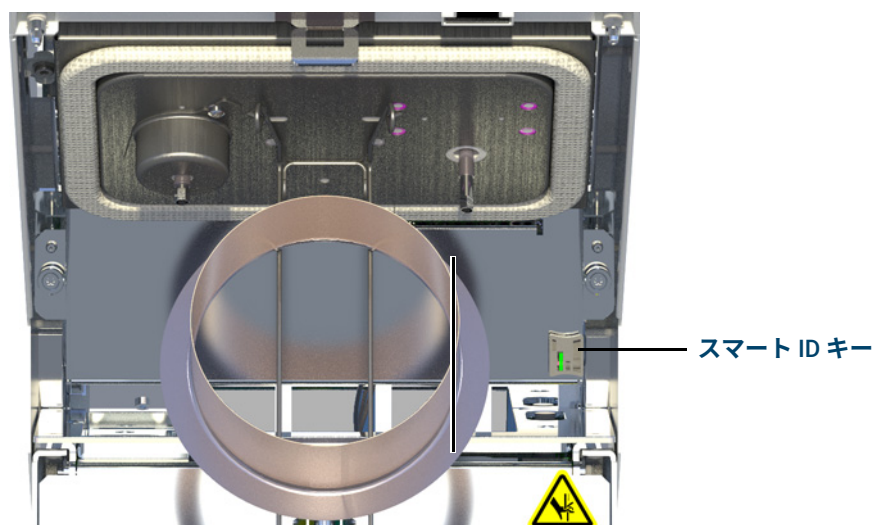

図 10. スマート ID キーの取り付け（スプリット / スプリットレス注入口の場合）
- 12 利用可能な場合は、新しいカラムのスマート ID キーを差し込みます。図 10 を参照してください。